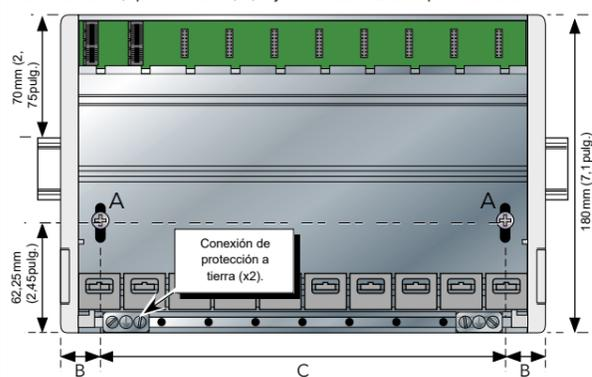

Figura 1: Dimensiones de la placa base
Como se muestra en Figura 1 y Tabla 1, la placa base E+PLC400 está disponible en cuatro tamaños, que admiten 0, 4, 8 y 16 módulos E/S respectivamente.
- Utilice un destornillador Pozidriv apropiado para aflojar los tornillos ('A' en la Figura 1) de la base y dejar que estos y sus clips de retención correspondientes caigan al fondo de la ranura del tornillo.
- Instale el instrumento en el extremo superior del raíl DIN y utilice el destornillador para deslizar los tornillos (A) y los clips correspondientes hacia arriba hasta el tope hacia la parte superior de las ranuras del tornillo.
- Sujete la base en horizontal sobre el panel y marque la posición de los dos orificios en el panel (para los centros, consulte la Figura 1 anterior).